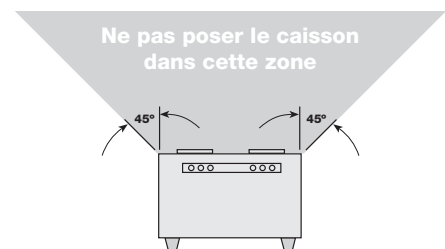

Figure 2 — Emplacement de pose
11. Ces caissons ne sont pas conseillés pour les applications d'aspiration de vapeurs de cuisson. Ils sont conçus essentiellement pour l'aspiration d'air propre à basse température. La Figure 2 indique la distance minimale de placement de ces caissons par rapport à l'équipement de cuisson.
1. Pour obtenir des résultats optimum, choisir l'emplacement de manière à limiter au maximum la longueur du conduit et le nombre de coudes. Ne pas poser à proximité d'équipement de cuisson, voir Figure 2.